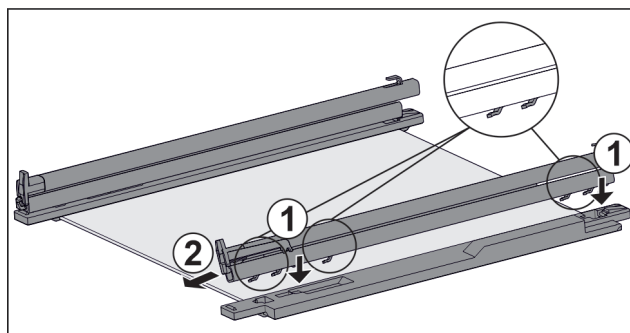

Fig. 130 Staklena ploča s vodilicama i pridržnim dijelovima
- ▶ Stavite kuke vodilice na otvore **lijevog** pridržnog dijela. Fig. 130 (1)
- ▶ Skinite vodilicu prema naprijed. Fig. 130 (2)
- ▶ Stavite kuke vodilice na otvore **desnog** pridržnog dijela. Fig. 130 (1)